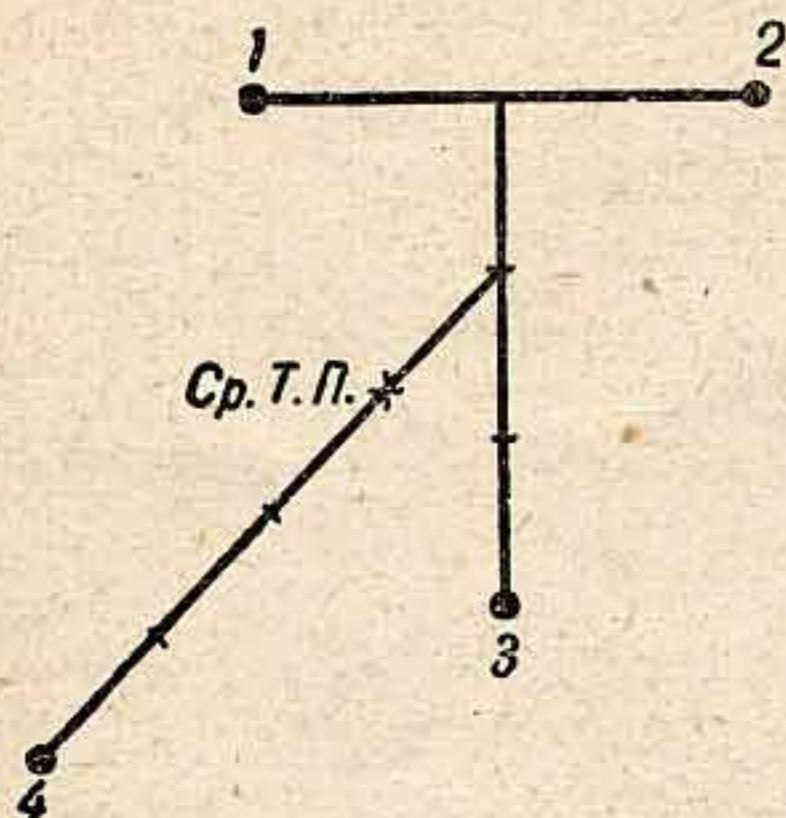
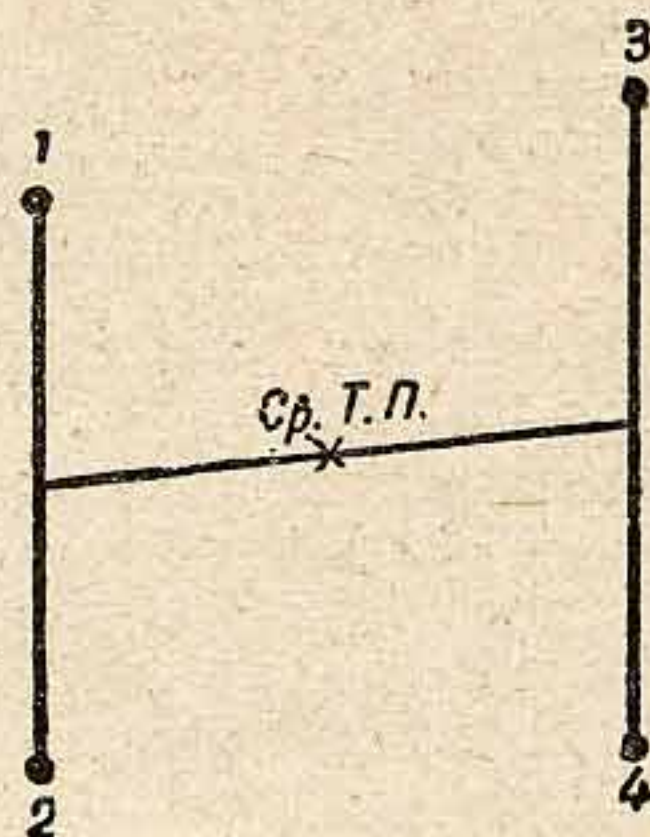
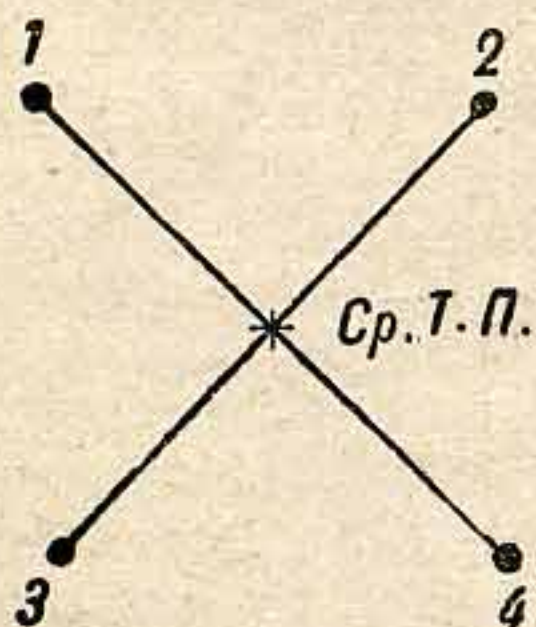

Рис. 52.
Рис. 53.
Рис. 54.
*Примечание.* Для определения средней точки попадания по четырем пробоинам соединить прямой линией две какие-либо пробоины и расстояние между ними разделить пополам; полученную точку соединить с третьей пробоиной и расстояние между ними разделить на три равные части; точку, ближайшую к двум первым пробоинам, соединить с четвертой пробоиной и расстояние между ними разделить на четыре равные части. Точка, отстоящая на три деления от четвертой пробоины, и будет средней точкой попадания (рис. 52). При симметричном расположении пробоин среднюю точку попадания можно определить одним из следующих способов: а) рядом лежащие пробоины соединить попарно, середины обеих прямых снова соединить и полученную линию разделить пополам; точка деления и будет средней точкой попадания (рис. 53); б) пробоины соединить попарно крест-накрест прямыми линиями; пересечение этих линий будет средней точкой попадания (рис. 54).